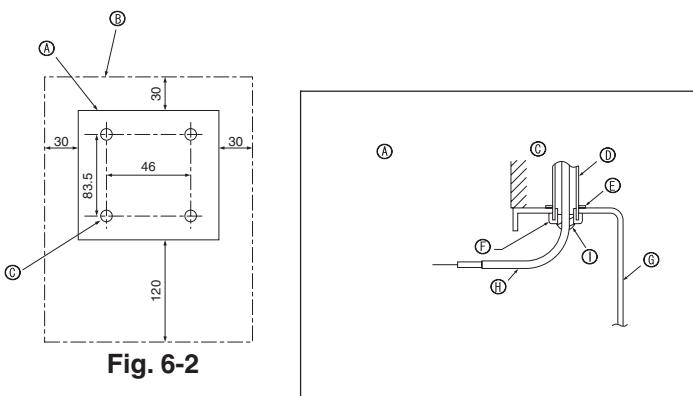

Fig. 6-2
- (1) Выберите место установки пульта дистанционного управления. (Fig. 6-2)
[Fig.6-2]